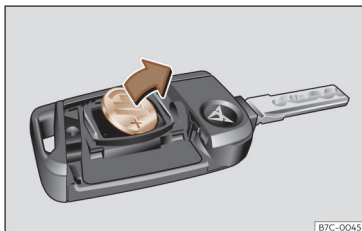

Fig. 45 Clé du véhicule : retirer la pile.
- Retirez la pile du compartiment à l'aide d'un objet pointu adapté >>> **fig. 45**.
- Encastrez la pile bouton neuve dans le compartiment >>> ①.